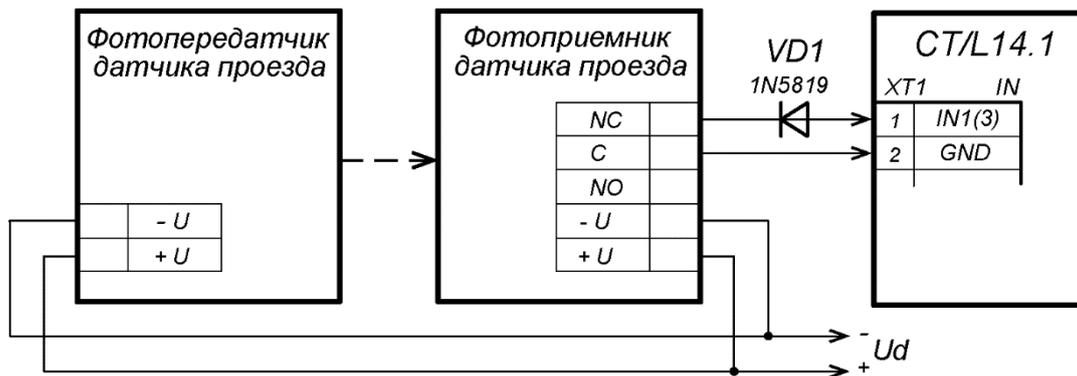

Рисунок 10. Пример схемы подключения датчиков проезда
3. Датчик проезда подключается к клеммной колодке **ХТ1** нижней платы контроллера согласно схеме, представленной на рис. 10. Для подключения используйте тип кабеля №4 (см. табл. 3). При подключении нескольких датчиков их выходы включаются последовательно.